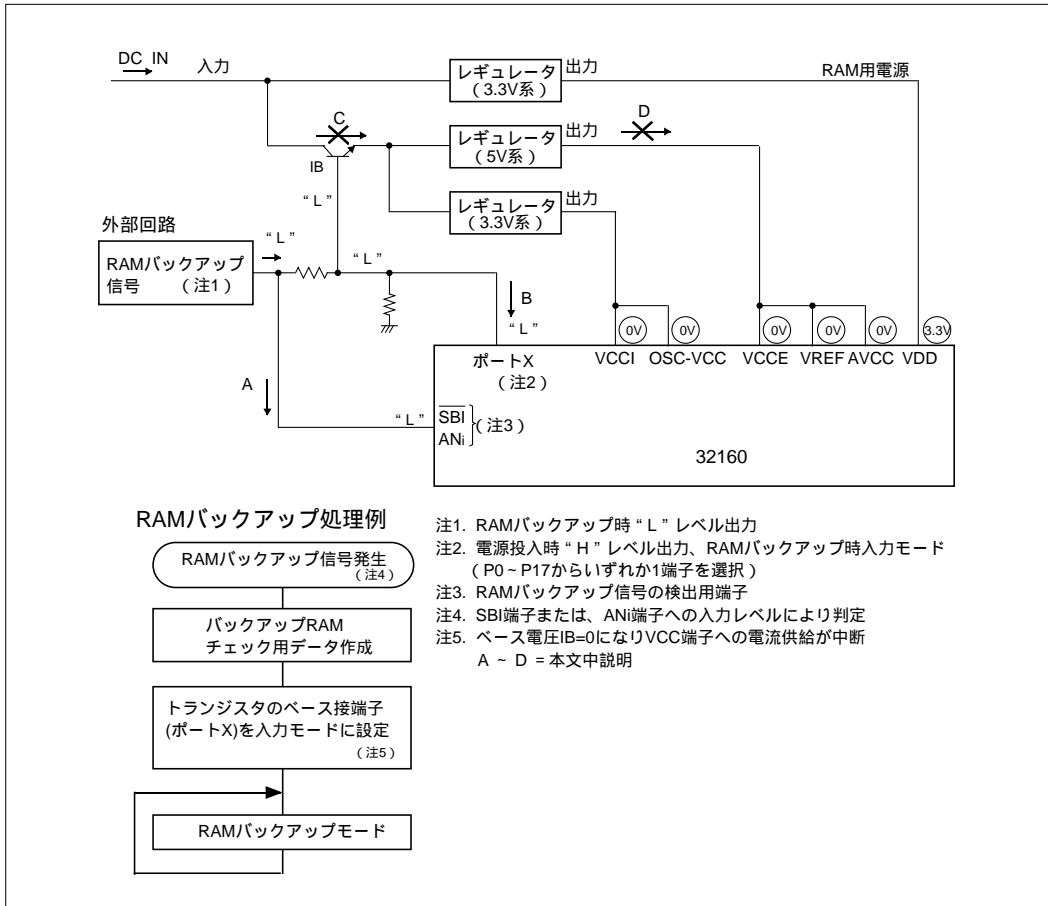
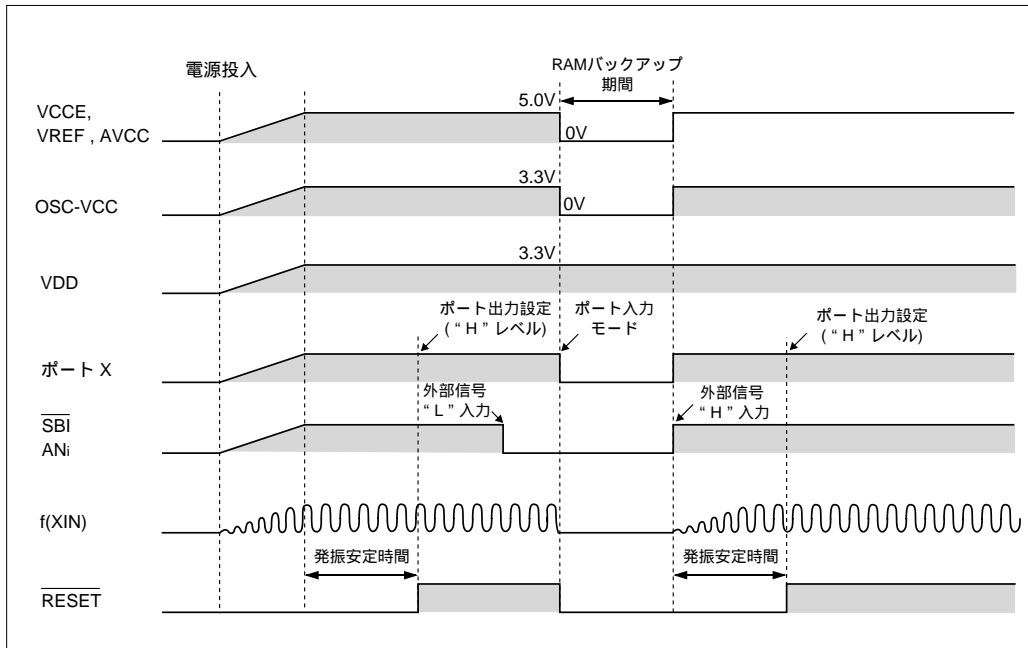

図16.3.3 低消費電力化時のRAMバックアップ時の状態
図16.3.4 低消費電力化のためのRAMバックアップシーケンス例
図16.3.3にRAMバックアップ時の状態を、図16.3.4にRAMバックアップシーケンスを示します。外部回路から“L”レベルが出力されるとSBI端子またはANi端子へ“L”レベルが入力されます。これらの端子への“L”レベル入力が、RAMバックアップ信号の発生となります(図16.3.3のA、)。RAMバックアップモードを有効にするためには、次の設定を行ってください。
- (1) RAMバックアップモードから通常モードに復帰したときに、RAMのデータが正常に保存されていたかのチェック用データを作成(図16.3.3の)。
- (2) 低消費電力を実現するために、ポートX以外のプログラマブル入出力ポートをすべて入力モード(又は出力モードで“L”レベル出力)に設定する(図16.3.3の)。
- (3) ポートXを入力モードに設定する(図16.3.3のB、)。この処置によってトランジスタのベース電圧IBが“L”レベルになり、電流はトランジスタを経由して電源からVCC端子へ流れないため(図16.3.3のC)、VCC端子への電流の供給が切れます(図16.3.3のD)。
(1)~(3)の設定によってVDD端子は $3.3V \pm 10\%$ 、その他の端子は0Vになり、32160はRAMバックアップモードになります(図16.3.3の)。